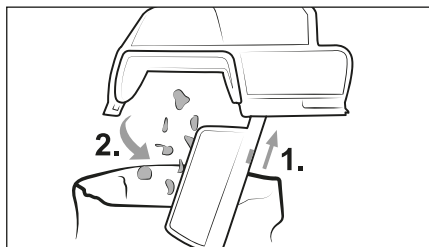

Abb. 15
- 10) Halten Sie den Staubbehälter (7) in einen Abfalleimer und schieben Sie die Staubbehälterdeckel-Entriegelungstaste (9) nach oben. Der Staubbehälterdeckel (8) öffnet sich und der Inhalt wird in den Abfalleimer entleert (siehe Abb. 15). Schliessen Sie anschließend den Staubbehälterdeckel (8).